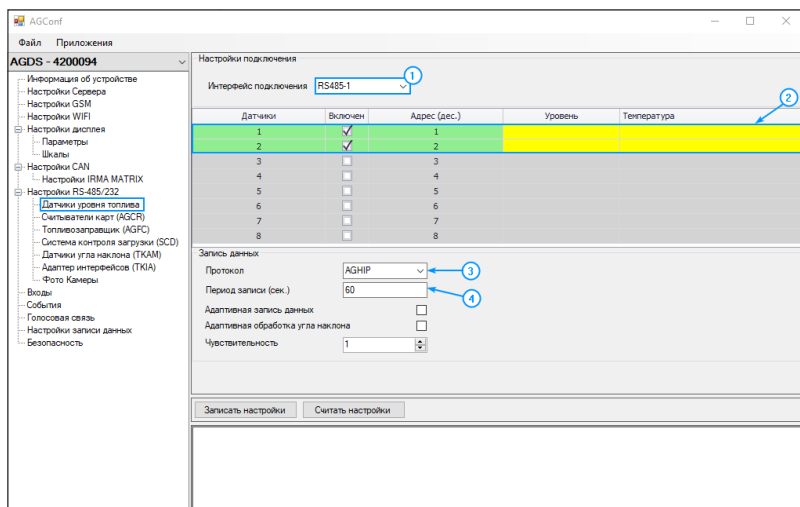

Рис.102. Настройка подключения ДУТ.
- перейдите в раздел «Настройки RS-485/232», «Датчики уровня топлива (TKLS)» (**Рис.102**);
- выберите ранее настроенный интерфейс RS-485-1 (**Рис.102. п.1**);
- в списке подключаемых датчиков установите галочку в поле «Включен» для Датчика 1 (**Рис.102. п.2**). Активный датчик выделяется зеленым цветом в списке подключенных;
- в поле «Адрес (дес.)» введите в десятичном виде сетевой адрес подключаемого датчика уровня топлива, который будет определяться информационным дисплеем как Датчик 1 (**Рис.102. п.2**). Также показания уровня с заданного адреса будут записываться в память дисплея как данные с Датчика 1. Это необходимо учитывать при обработке данных с информационного дисплея в в диспетчерской программе «АвтоГРАФ»;
- далее в поле «Период записи показаний, с» установите интервал (в секундах), с которым информационный дисплей будет записывать данные с запрограммированных датчиков уровня топлива во внутреннюю память (**Рис.102. п.4**). Значение 0 отключает запись данных с датчиков;
- в списке «Протокол» (**Рис.102. п.3**) выберите протокол обмена данными с подключенными датчиками. В текущей версии устройства доступны 2 протокола: